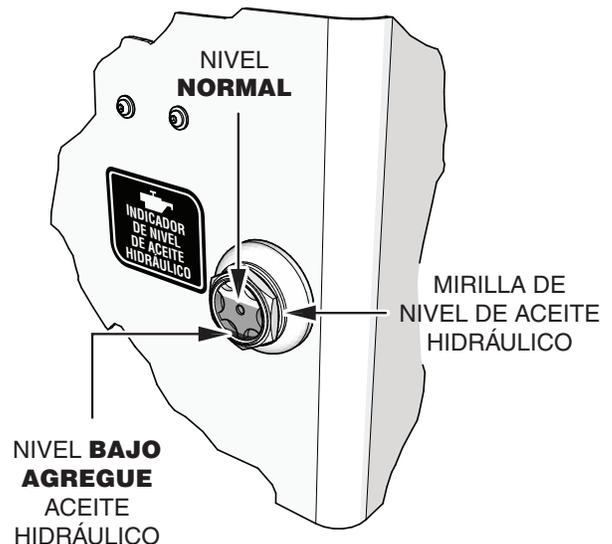

Figura 13. Mirilla de aceite hidráulico
2. Inspeccione visualmente la mirilla de aceite hidráulico (Figura 13) en la parte trasera derecha del tambor delantero. Para la operación normal, el nivel debe estar bajo la parte superior y sobre la parte inferior de la mirilla. **¡NO LLENE EN EXCESO!**